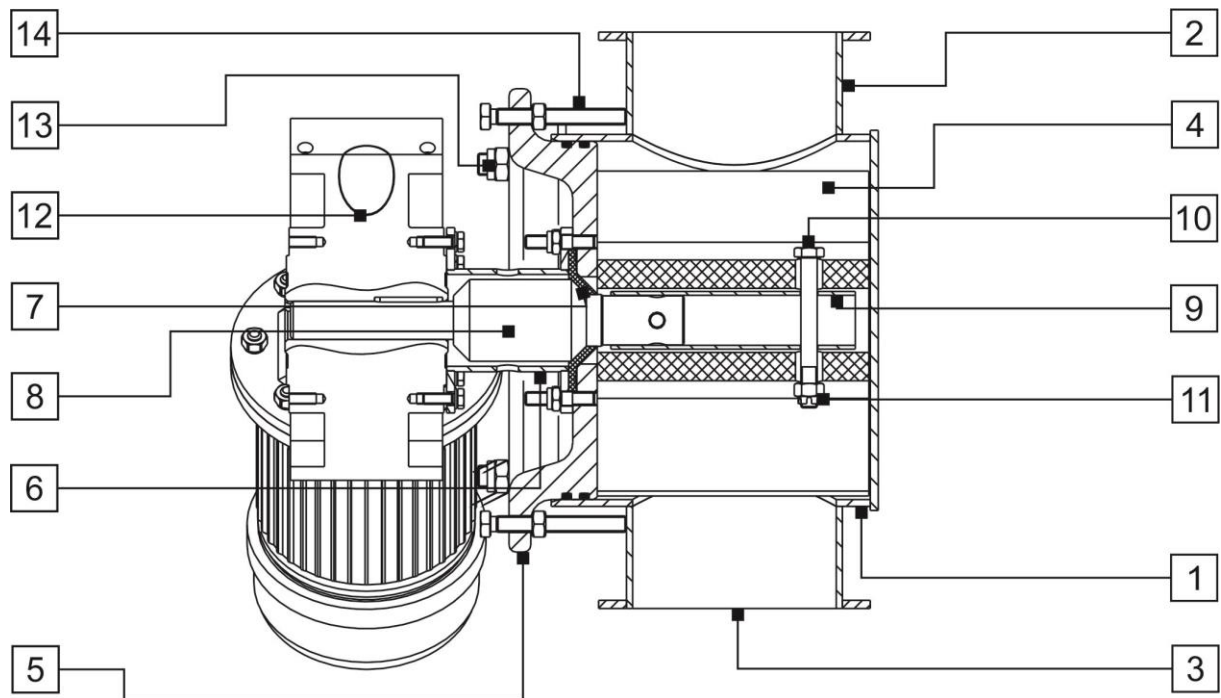

Рис. 10
Шлюзовой затвор (Рис. 10) состоит из корпуса (1) с загрузочным (2) и разгрузочным (3) патрубками. Внутри корпуса (1) расположен эластичный ячейковый ротор (4). С одной стороны корпуса (1) установлена глухая крышка, с другой - крышка подвижная (5).